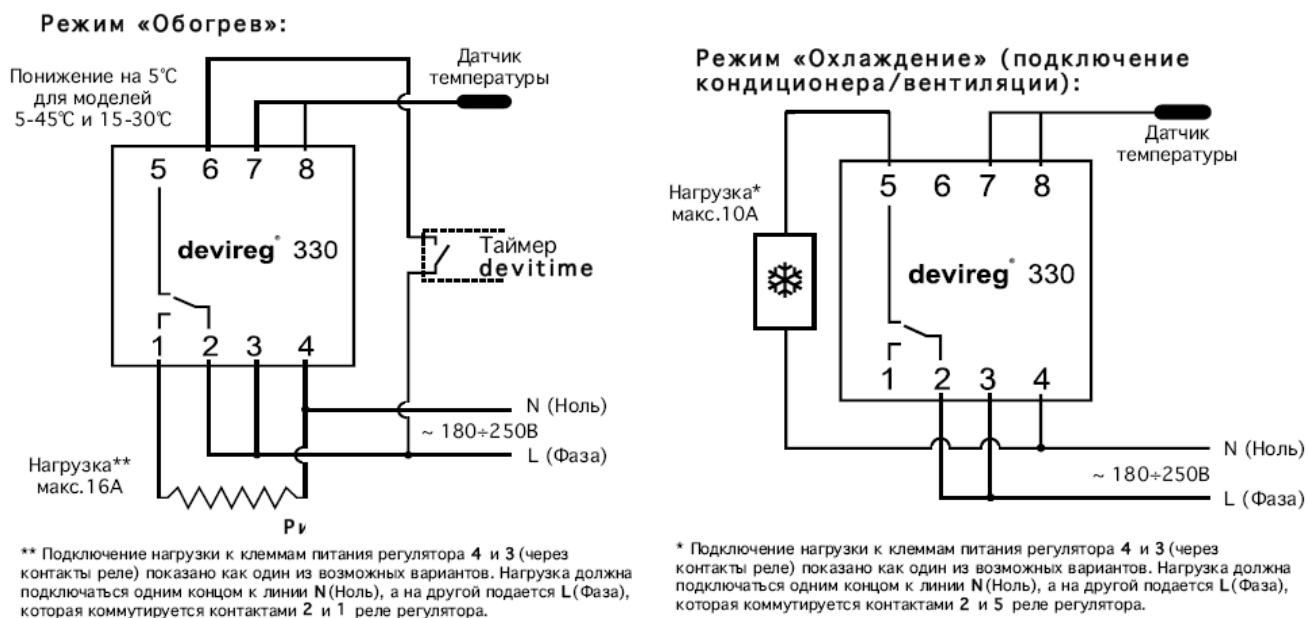

Рис.3. Схемы подключения **devireg™ 330**.
2. Подключение терморегулятора производится согласно монтажным электрическим схемам (рис. 3)